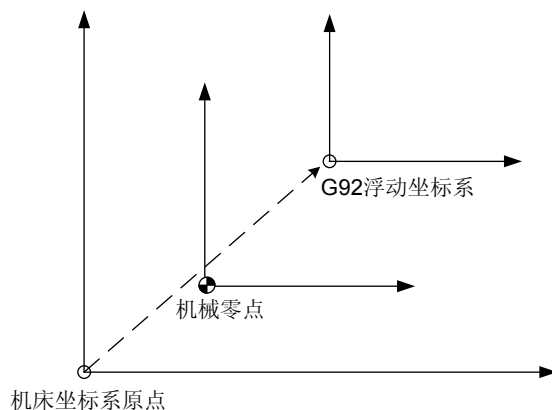

图 4-2-11-1
- 1、如图 4-2-11-1 所示，G92 浮动坐标系对应的原点为机床坐标系下的值，与工件坐标系没有关系，是在机床回机械零点后才能建立的。